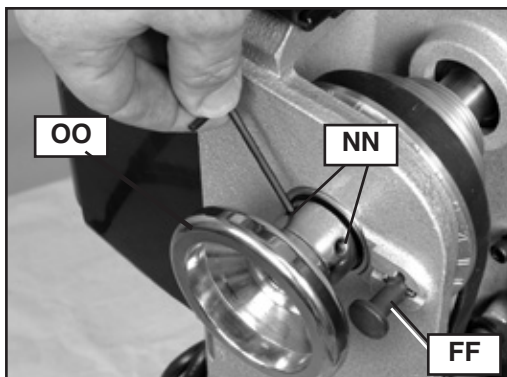

Fig. 31
4. Afloje dos tornillos de sujeción (NN) Fig. 31 en el volante del eje (OO) Fig. 31 al menos 2 ó 3 vueltas para evitar dañar las roscas durante la extracción.
5. Encaje la clavija indicadora (FF) Fig. 31 y retire el volante del eje (OO). (**NOTA:** Las roscas están a la izquierda. Gire el volante en sentido de las agujas del reloj para aflojarlo y quitarlo.)
14. Vuelva a instalar el resorte ondulado (PP) Fig. 32 y el volante (OO) Fig. 31. El volante se ajusta en sentido contrario a las agujas del reloj. Ajuste el volante completamente y luego aflójelo 1/4 de vuelta. **AVISO: NO LO AJUSTE EN EXCESO.** Si lo hace, los rodamientos podrían dañarse.
15. Ajuste bien los dos tornillos de sujeción del volante (NN) Fig. 31. Con la correa colgando suelta, gire el eje para asegurarse de que rote libremente.
19. Desencaje la clavija indicadora (FF) Fig. 31 si se la colocó para quitar el volante del eje (OO).